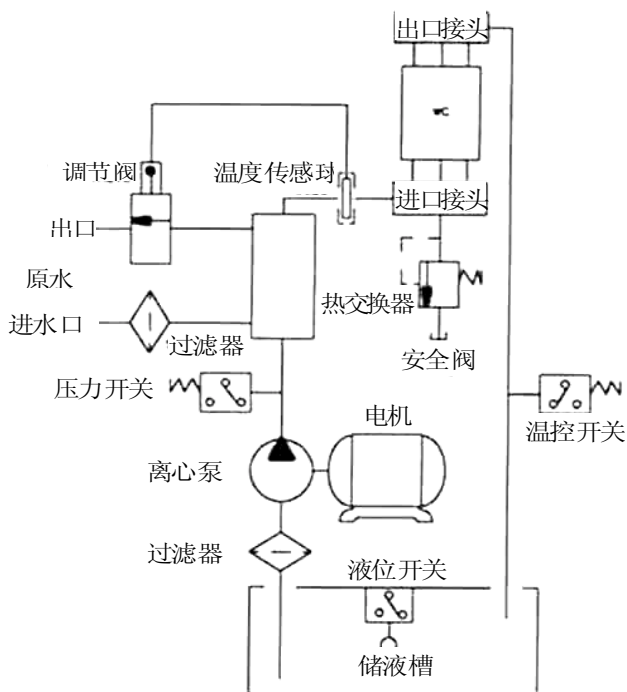

图 4
- 2.4.8 图 4 表明一套典型的闭环水对水冷却系统，如果在水对空系统中，其热交换器和温度控制装置需由散热器，风扇和电机取代。